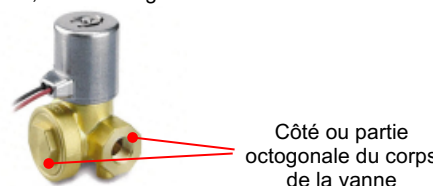

Figure 1. Zone de serrage de la vanne
- Lors du raccordement de la tuyauterie/du raccord à la vanne, serrez le côté du corps avec un étai, etc. Voir Figure 1.